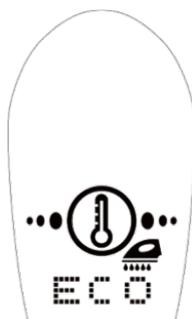

FIGURE 17
1. Lorsque l'indicateur d'autonettoyage s'allume avec un bip, cela indique que l'appareil a besoin d'un nettoyage automatique (Figure 17).